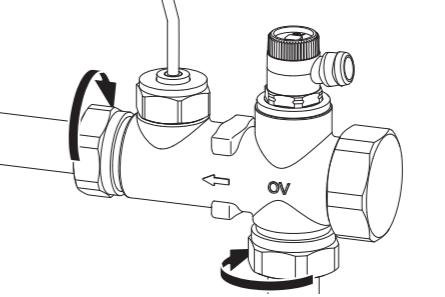

Fig. 3: Démontage/Montage du capteur de débit
- Fermer les 3 robinets à tournant sphérique repérés (voir Fig. 3 (2)) situés sur le bloc de raccordement avec robinets à tournant sphérique.
(1) Robinet de purge (dans le boîtier du capteur de débit)
(2) Robinets à tournant sphérique
- Ouvrir le robinet de purge (voir Fig. 3 (1)) du capteur de débit pour mettre la conduite hors pression.